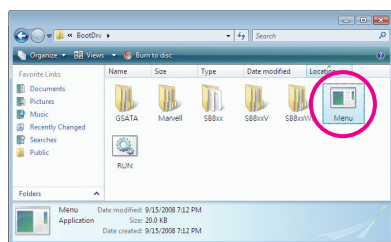
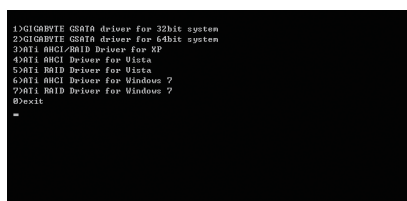

図 3
図 4
- 2: 光学ドライブフォルダから、**BootDrv**フォルダの **Menu.exe** ファイルをダブルクリックします (図3)。図4のようなコマンドプロンプトウィンドウが開きます。
- 3: 空のフォーマット済みディスクを挿入します。インストールするオペレーティングシステムによっては、メニューから対応する文字を押すことでコントローラドライバを選択し、<Enter>を押します。例えば、図4でメニューから。